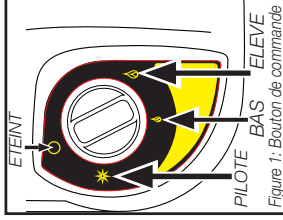
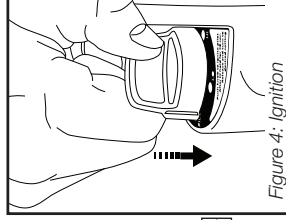
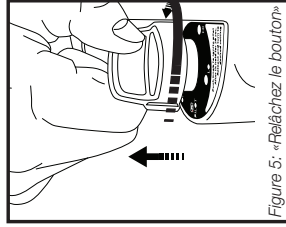
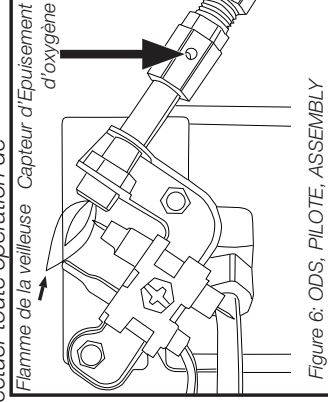

Figure 1: Bouton de commande
Figure 4: Ignition
Figure 5: «Relâchez le bouton»
Figure 6: ODS, PILOTE, ASSEMBLY
• Assurez-vous que 4 Boutons de contrôle de position sont en mode «ÉTEINT» ☐ : voir la figure 1
• Tournez le bouton de commande dans le sens antihoraire à la position «PILOTE» ☐ et appuyez pour mettre à lumière; voir la figure 1 et Figure 4.
d'extension; Pour utiliser le réchauffeur, appuyez légèrement sur le bouton et tournez doucement pour verrouiller en position «ELEVÉ» ☐ pour éclairer le brûleur. Laissez sur la position «ELEVÉ» ☐ jusqu'à ce que la dalle de brûleur devienne orange vif. Figure 5. REMARQUE: les poussées sont fréquentes lors du premier allumage de l'appareil. Gardez votre visage et les objets inflammables loin de l'appareil.
- Après le changement de la dalle de brûleur en orange vif, ajustez la sortie de chaleur en tournant le bouton de commande à la position de réglage désirée («BAS» ☐ ou «ELEVÉ» ☐). Figure 1.
LES PRECAUTIONS DEVANT ETRE PRISES LORSQUE L'APPAREIL NE DOIT PAS ETRE UTILISE POUR UNE CERTAINE PERIODE: Gardez toujours la zone de l'appareil claire et libre de matériaux combustibles, essence et autres vapeurs et liquides inflammables. Après le refroidissement du réchauffeur du magasin, arrangez-le dans un sac ayant une fermeture à glissière ou tout autre endroit exempt de poussière étanche après chaque utilisation. Gardez les zones de ventilation (fentes dans le bas et le haut à l'avant du réchauffeur) claire à tout moment. Inspectez visuellement et périodiquement la flamme du gaz pilote et le brûleur durant l'utilisation. Cette flamme de veilleuse devrait être de couleur bleue (pas jaune) et se prolonge à un thermocouple et entoure le thermocouple juste en dessous de la borne, voir figure 6. Une légère flamme jaune peut se produire lorsque la flamme de la veilleuse et la flamme principale se rencontrent. Le brûleur doit être de couleur orange vif (avec une légère couleur bleue autour du bord, une brume rouge-orange qui est visible sur la dalle de céramique est acceptable) et sans une flamme visible. Une flamme bleue qui sort au sommet de la dalle de céramique indique une accumulation de poussière, les peluches ou les toiles d'araignée à l'intérieur de l'assemblage du boîtier et l'assemblage du brûleur principal. Si la pilote est jaune ou le brûleur a une Figure 5 : «Relâchez le bouton». Figure 4 : "Adaptateur de Butane" Arbre d'Adaptateur Figure 6 Flamme de la veilleuse Capteur d'Épousement d'Oxygène JOINTS D'ETANCHEITE Mr. Heater | Portable Propane and Butane/Propane Mixture Heater 6 Operating Instructions and Owner's Manual flamme visible, le nettoyage peut être nécessaire. Utilisez la procédure suivante pour inspecter l'assemblage de boîtier et l'assemblage du brûleur principal. Il est nécessaire de vérifier périodiquement l'orifice du brûleur et le tube venturi du brûleur pour vous assurer s'il n'y a pas de nids d'insectes ou des toiles d'araignées qui peuvent s'accumuler au fil du temps. Tube. Un tube obstrué peut mener à un incendie.
8. Inspectez et nettoyez la pilote (monté sur support) en utilisant un aspirateur ou en appliquant une pression d'air à travers les trous dans la pilote indiquée par les flèches sur la figure 6.